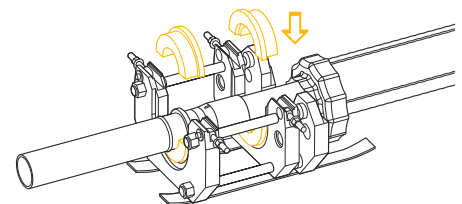

Рис. 4.6.6
7. Установить в обжимное устройство упорные вставки необходимого размера (рис. 4.6.6).